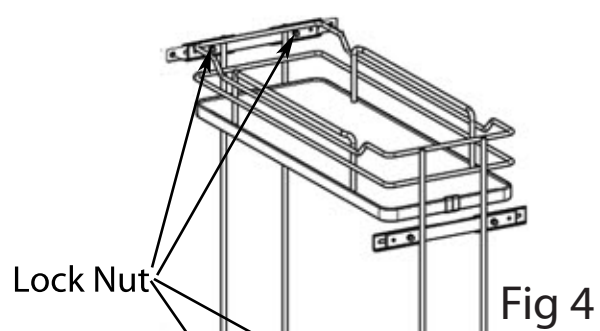

Fig 4
- 6) Loosen the (2) lock nuts at the back of the unit to allow the rear stop to float freely (See Fig 4). Move the rear stop until it catches the rear of the face frame (if frameless application, a block may need to be added to allow the stop work properly). Once the stop is at the right position, the lock nuts can be tightened and bumpers can be added to the front of the stops.
- 1) Loosen the (4) lock nuts inside the front wall of the unit. (See Fig 4)
- 3) Use the (4) #6 x 1/2" flat head screws provided to attach the door to the pullout unit.
- 6) Afloje la tuerca de bloqueo (2) al fondo de la estructura para permitir a los frenos posteriores de flotar libremente (véase fig.4) Mueva los frenos hasta que se enganchen a la parte posterior del bastidor (si no se utiliza bastidor, un bloqueo será necesario para permitir a los frenos de funcionar bien). Una vez que los frenos están bien posicionados, la tuerca de bloqueo puede ser apretado y los paragolpes pueden ser adjuntados en el frente de los frenos.
Si l'on a besoin d'ajuster la porte, dévisser les (4) boulons et régler la porte (Fig. 4)